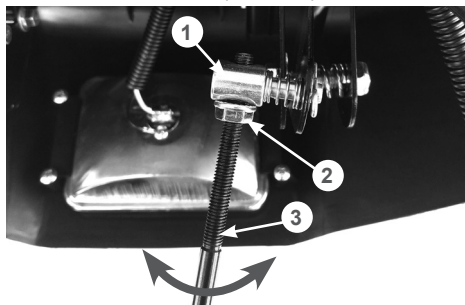

Рис. 17 Регулировка длины троса рычага переключения передач
- если данное условие не выполняется, отсоедините нижний конец троса переключения передач, ослабьте затяжку контргайки 2 на верхнем конце троса 3 и произведите корректировку положения фрикционного колеса, выкручивая/закручивая трос во втулку 1 крепления троса (Рис. 17);